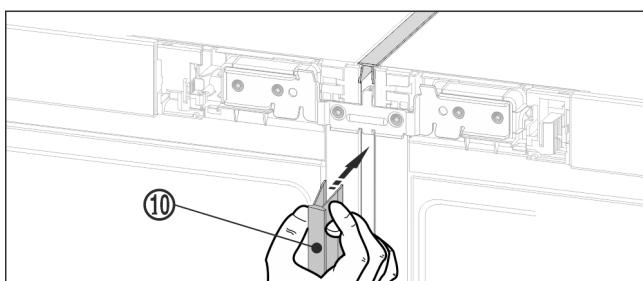

Fig. 21
- Na přední straně zatlačte dlouhou krycí lištu Fig. 21 (10) do svislé spáry. Dbejte na to, aby lišta stála na spojovacím plechu.